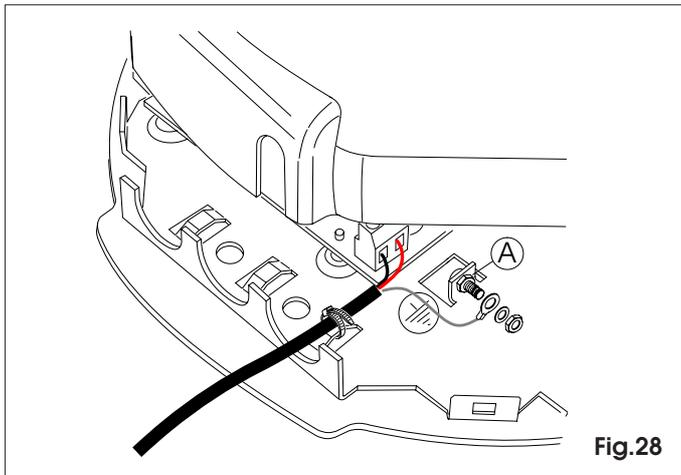

Fig.28
9.2 Introduzcan el tornillo en su alojamiento y aprieten con arandela y tuerca (fig.28 ref.A).